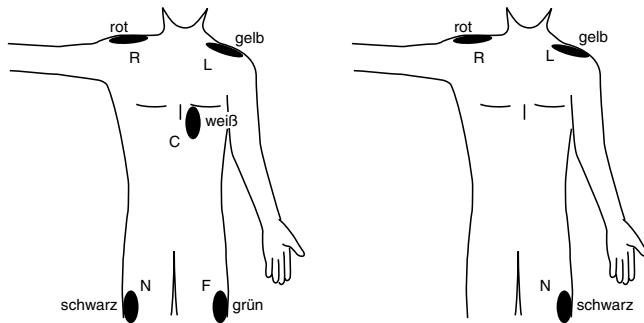

Bild 6-1. Anlegen der Elektroden;
- \* Legen Sie die EKG-Elektroden entsprechend Bild 6-1 an.